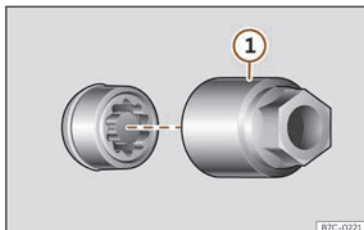

Fig. 247 Tornillo antirrobo de la rueda con capuchón y adaptador.
- Encaje el adaptador especial >>> **fig. 247 ①** (herramienta de a bordo >>> **pág. 356**) en el tornillo antirrobo de la rueda hasta el tope.